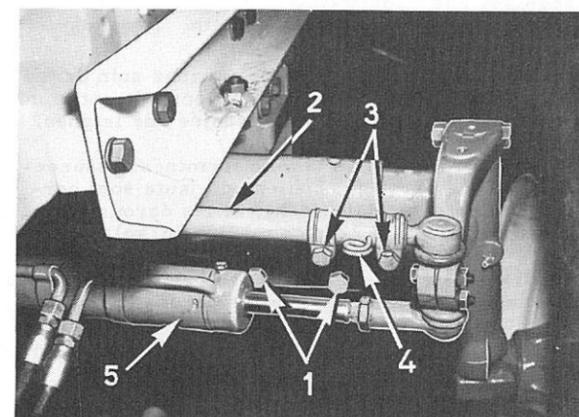
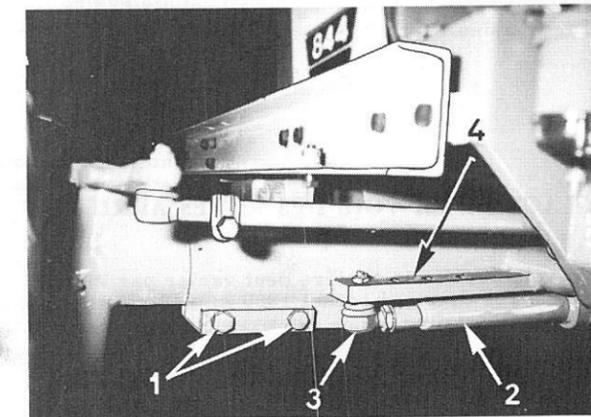

Fig. 20
Fig. 21
sont pourvues chacune de trois encoches et leur fixation est assurée au moyen des boulons (1) Fig. 20.
Otez les boulons de fixation (1), Fig. 20.
Si le tracteur est équipé d'une direction hydrostatique, adaptez la position de la tête de rotule du vérin de direction (3), Fig. 21 à la modification de largeur de voie, en choisissant un autre trou de la barre de réglage (4).
REMARQUE: L'intervalle entre les trous de la barre d'accouplement (2), Fig. 20 et la barre de réglage (4), Fig. 21, correspond pour les deux extensions d'essieu au saut d'un cran.
Remettez en place les boulons de fixation (1) et serrez-les en appliquant un couple de serrage de 28 m. daN (m/kg). Introduisez l'attache rapide (4) Fig. 20 dans le trou correspondant et serrez les colliers (3).